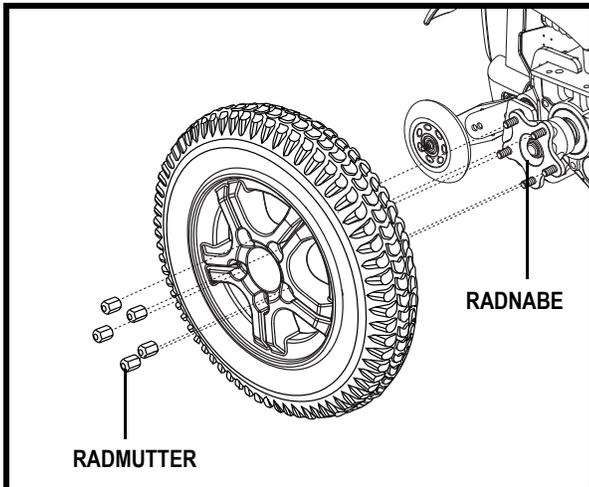

Abb. 22. 1120 RWD Euro-Antriebsrad
4. Die fünf (5) Radmuttern von der Radnabe entfernen. **Siehe Abbildung 22.**